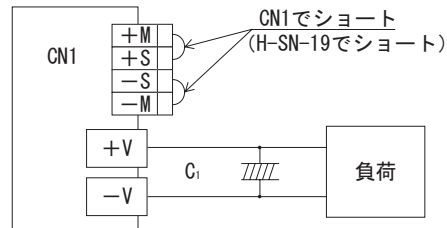
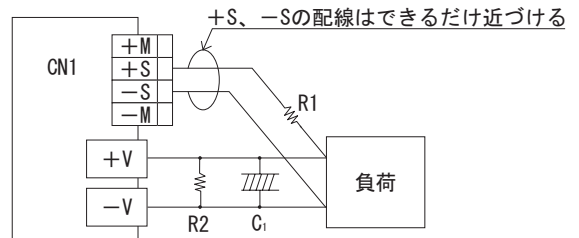

図 2.4 リモートセンシングを使用しない場合
図 2.5 リモートセンシングを使用する場合
■ リモートセンシングを使用する場合と使用しない場合の結線を図 2.4 ~ 図 2.5 に示します。
- ① 負荷線に接触不良（ねじのゆるみなど）が生じると、センシング線に負荷電流が流れ、電源内部回路が故障することがありますので結線には充分注意してください。
- ② 電源から負荷までの配線は、充分余裕のある太い電線を使用し、ラインドロップは 0.3V 以下でご使用ください。
- ③ センシング線が長くなる場合、C1、R1 をつけてください。
- ④ センシング線は、ツイストペア線またはシールド線を使用してください。
- ⑤ +M、-M、+S、-S 端子から電流を取り出さないでください。
- ⑥ 配線や負荷のインピーダンスによって、電源出力電圧に発振波形が発生したり、出力電圧の変動が大きくなることがあります。センシング使用時には、評価確認の上ご使用ください。出力電圧が不安定になった場合、以下の方法が有効です。